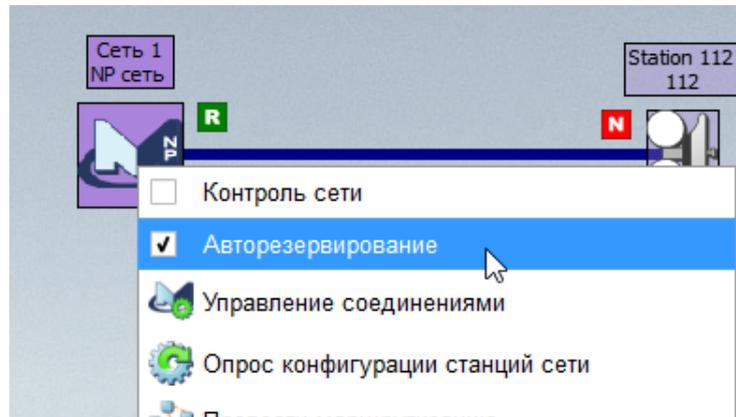

Рис. 56
4.2.9.2. Режим автоматического резервирования соединений обслуживания станций в сети NP автоматизирует процесс управления соединениями обслуживания на основе оценки доступности станций по назначенному пути обслуживания. Управление режимом автоматического резервирования выполняется аналогично управлению режимом контроля сети через контекстное меню менеджера *"Авторезервирование"*, как показано на рис. 56.